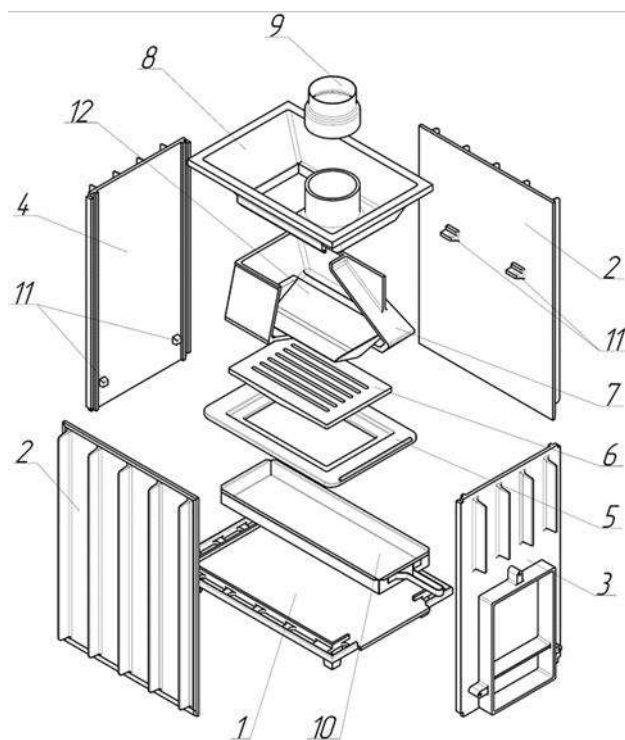

Рис.11 Схема сборки топочного агрегата печей: Калита в облицовке из керамического кирпича, Калита, Калита Дружина.
2.3.1.2 На подготовленном месте в парной установить основание поз.1 рис.11
2.3.1.3 В пазы основания установить боковые стенки поз.2 рис.11, затем переднюю поз.3 рис.11 и заднюю поз.4 рис.11. Приливы поз.11, рис.11 на боковых стенках должны быть расположены вверху, а на задней и передней стенках внизу.
2.3.1.4 Зафиксировав стенки эластичной стяжкой (резиновым жгутом), уложить основание колосника поз.5 рис.11, затем установить колосник поз.6, рис.11 в посадочное место в основании колосника.
2.3.1.5 Установить емкость для камней поз.7 рис.11, установить в нее поддон поз.12 рис.11 для сбора излишков вылитой на камни воды.
2.3.1.6 Установить крышку топки поз.8 рис.11.
2.3.1.7 Установить в подколосниковое пространство зольный ящик поз.10, рис.11. Установить на патрубок крышки топки переходник поз.9 рис.11.